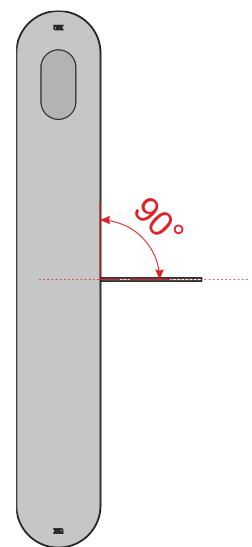

Рис. 20– Положение створки в нулевом положении
- 3) Выставить створку в нужное нулевое положение (Рис.20);